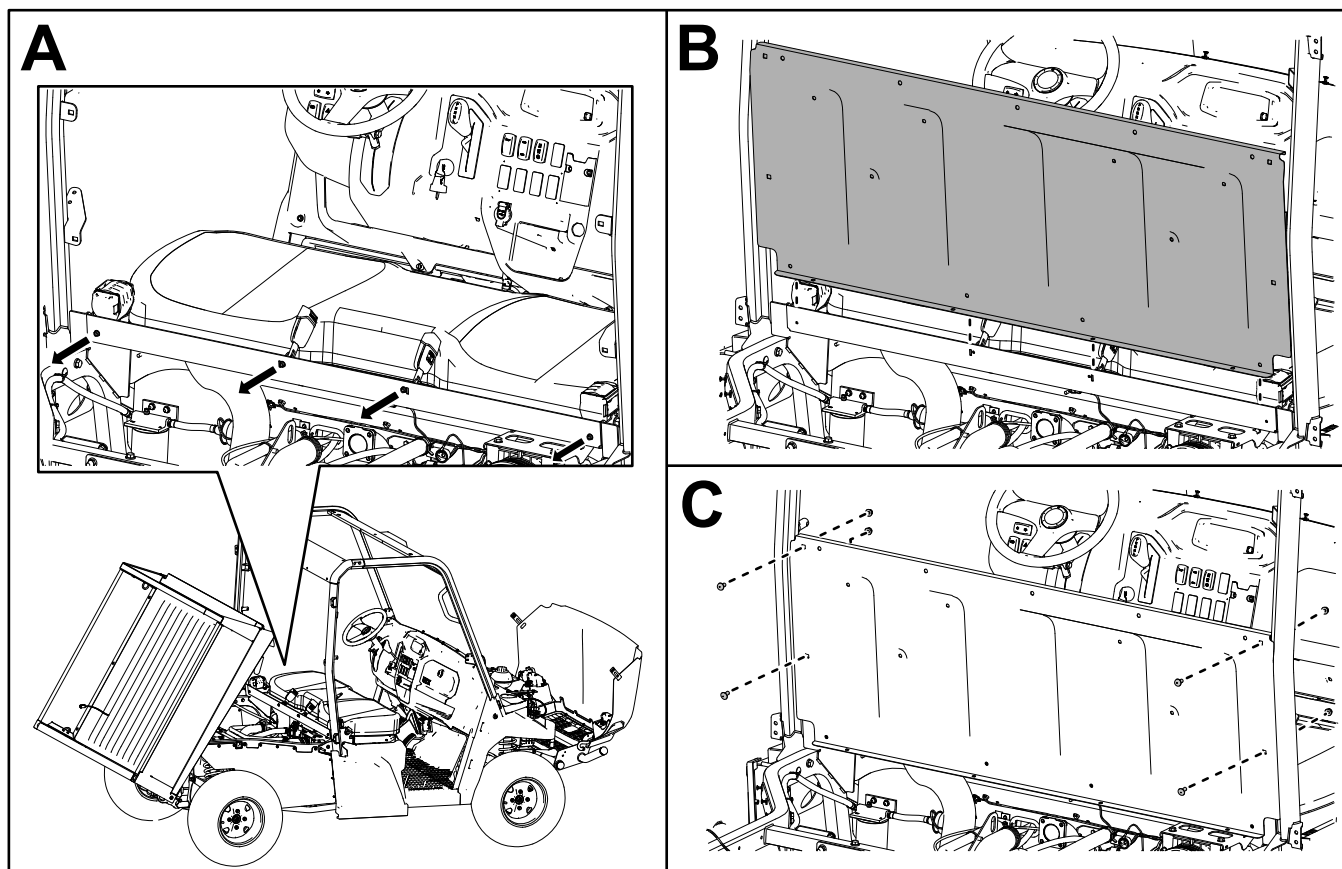

**Figura 17**
12. Fissate il collegamento trasversale posteriore ai gruppi barra rotazione posteriori utilizzando 4 bulloni a testa tonda (5/16" x 3/4") e 4 dadi di bloccaggio (5/16"), come illustrato nella Figura 17.
Assicuratevi di orientare il collegamento trasversale come illustrato nella Figura 17.